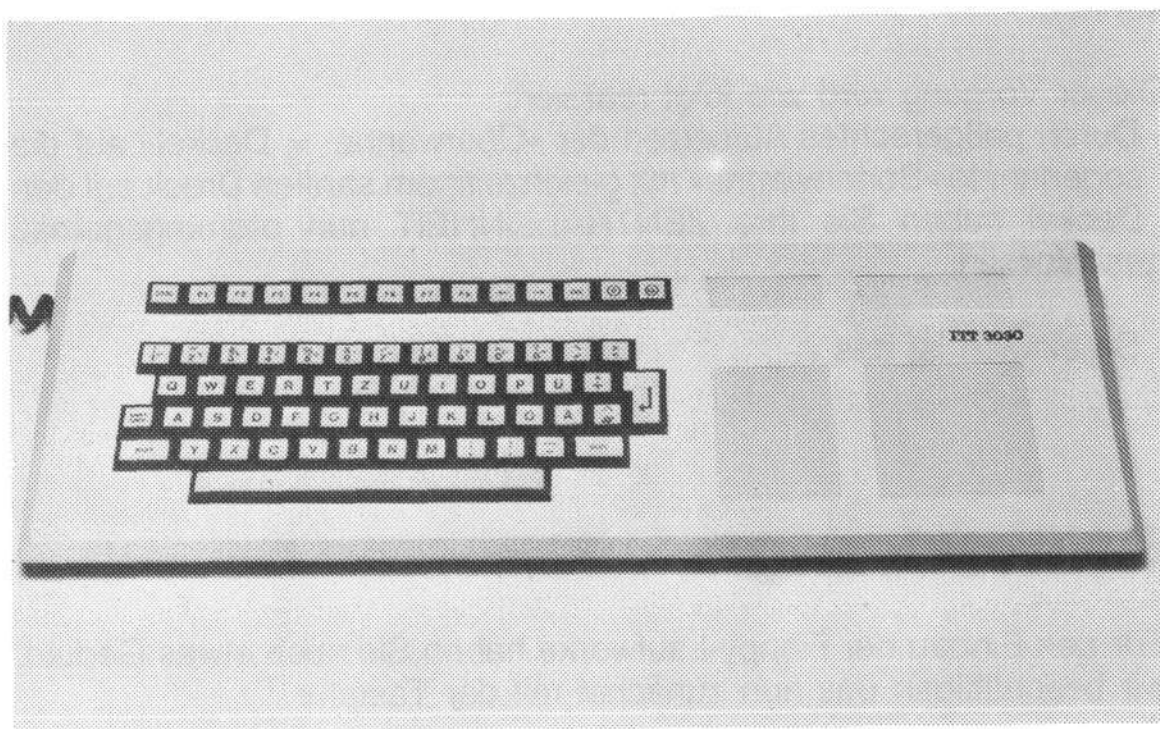

Abbildung 4: Grund-Tastatur
- Das KEYBOARD ist im Anlieferungszustand mit dem »Schreibmaschinen-Teil« bestückt. Im Bereich der Cursor- und Zehner-Tasten (Lieferumfang der Zusatztastatur) sind Blenden eingesetzt. (siehe Abbildung 4)